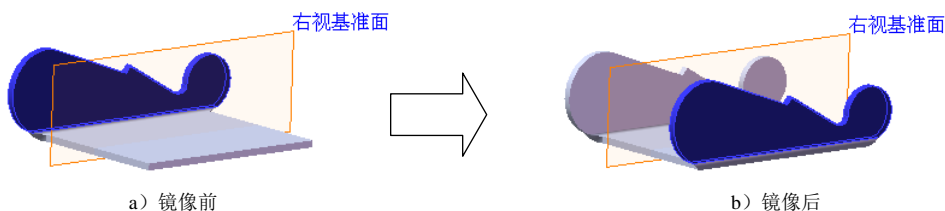

图 16.3.7 镜像 1
Step4. 创建图 16.3.7 所示的镜像 1。
- (1) 选择命令。选择下拉菜单 **插入(I)** → **阵列/镜向(E)** → **镜向(M)...** 命令。
- (2) 定义镜像基准面。选取右视基准面作为镜像基准面。
- (3) 定义镜像对象。选择边线法兰 1 作为镜像 1 的对象。